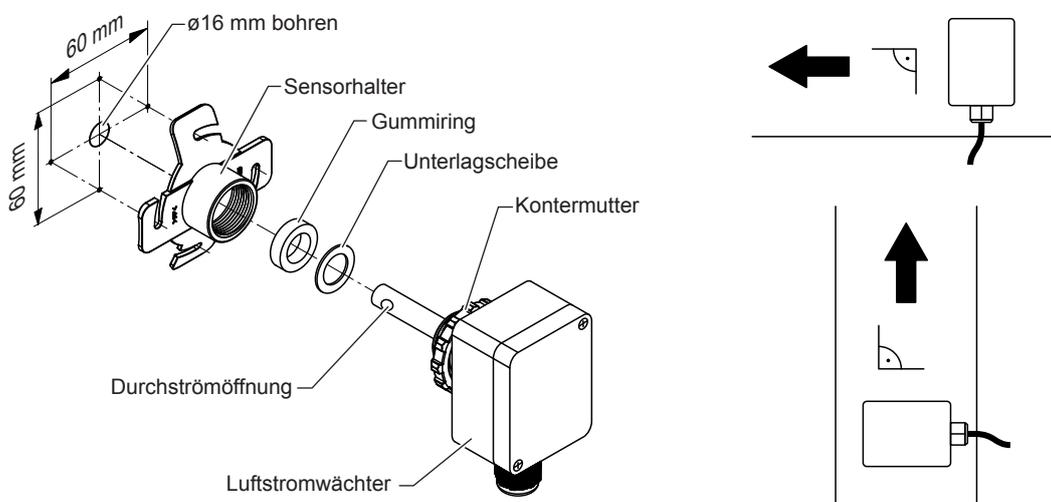

Abb. 32: Montage des Luftstromwächters
3. Die zwei Muttern, die bei der Lieferung auf dem Gewinde des Sensorschafts aufgeschraubt sind, entfernen (in der *Abb. 32* **nicht** gezeigt).
4. Den Luftstromwächter mit dem Gummiring und der Unterlagscheibe so in den Sensorhalter einschieben, dass die Durchströmöffnung genau in Luftstromrichtung zeigt. Die Durchströmöffnung zeigt in Luftstromrichtung, wenn die Längsseite des Sensorgehäuses 90° zur Luftstromrichtung ausgerichtet ist (siehe *Abb. 32*). Anschliessend den Luftstromwächter mit der Kontermutter befestigen.